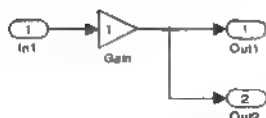

图 3.16 两总线输出连接同一模块
- ◆ 两个总线输出模块被连接到同一个模块端口, 如图 3.16 所示。